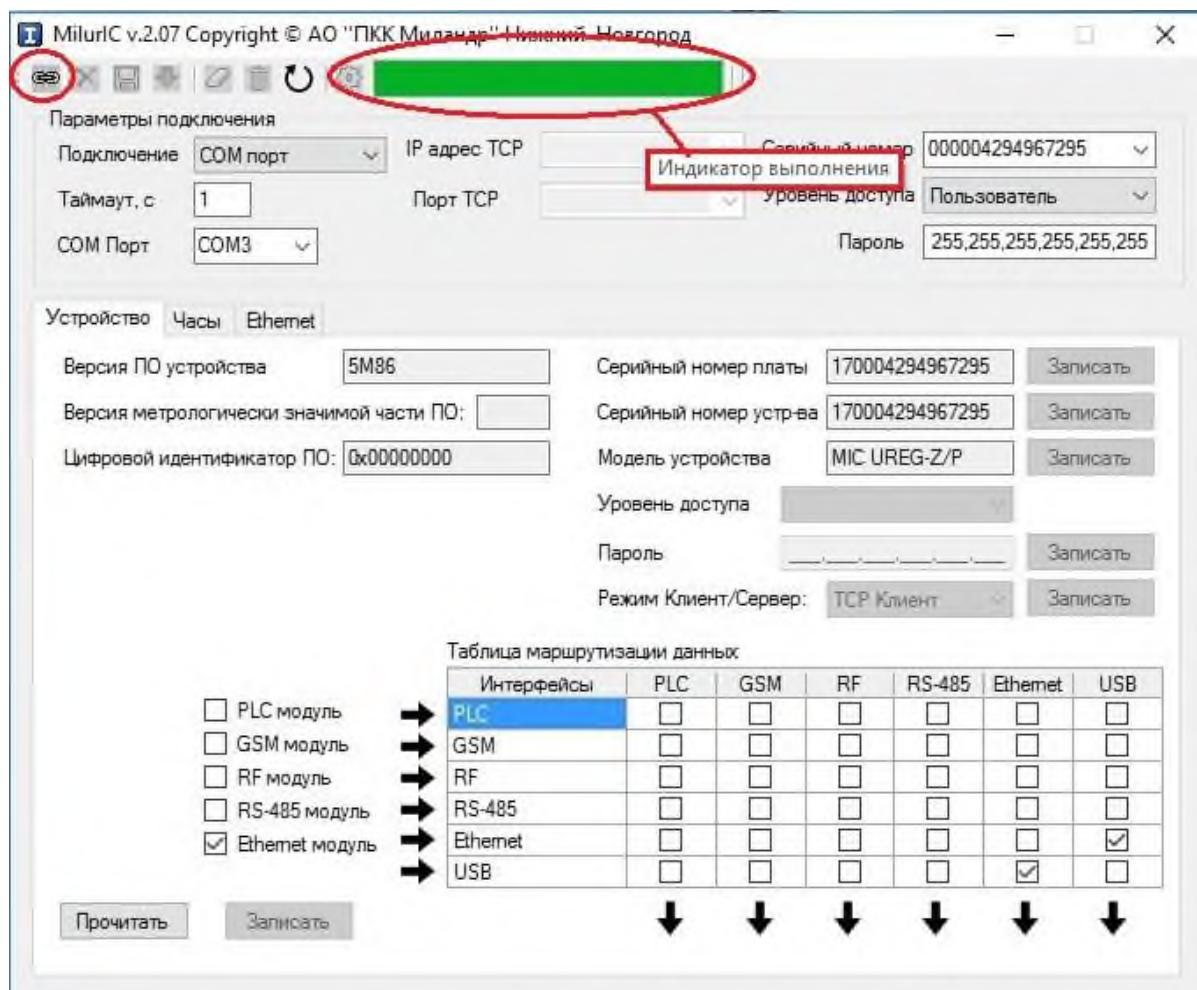

Рисунок 5 – Индикатор выполнения процесса записи параметров устройства
- Нажать на кнопку в верхнем левом углу конфигуратора «**Прочитать все данные из устройства**» -  . После нажатия шкала индикатора выполнения заполнится зеленым цветом (рисунок 5), что свидетельствует об успешном завершении записи параметров конфигурации устройства.